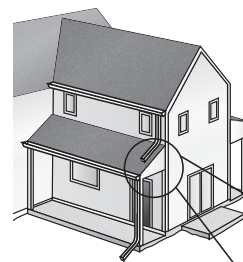

Ilustración 1
- Los paneles granulados para porche HardieSoffit® Beaded Porch pueden instalarse como soffito o cielo raso sobre estructuras ya sea de madera ó de acero calibre 20 (33 mils) como mínimo a calibre 16 (54 mils) en cumplimiento con el código local de construcción. Vea los requerimientos generales de fijación. Instale los soffitos a elementos de la estructura con una medida nominal de 2 x 4 y con un espacio máximo de 24" al centro (ilustración 1), con la dimensión larga en forma perpendicular a la viga o al travesaño de la estructura.
- Los paneles se pueden instalar como se muestra en la ilustración 1.